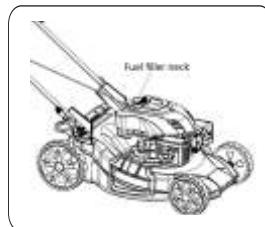

Рис. 11
**ЗАПРАВКА МОТОРНЫМ ТОПЛИВОМ (Рис. 11).****⚠ ВНИМАНИЕ**